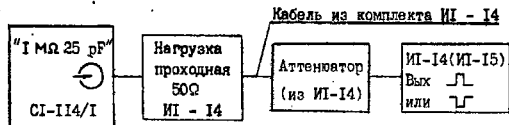

Рис.6
9.3.3.4. Определение времени нарастания, выброса и неравномерности ПХ каждого канала производится путем измерения параметров изображения испытательного импульса по шкале экрана осциллографа. Схема соединения приборов приведена на рис.6.